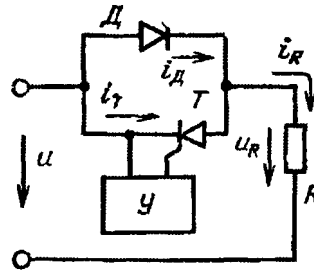

Рис.3. Однофазный прерыватель переменного тока со схемой соединений «тиристор – диод»
6. Нагрузкой однофазного прерывателя переменного тока со схемой соединений «тиристор – диод» является резистор (рис. 3). Определите средние и действующие значения токов, протекающих через тиристор, диод и нагрузку. Напряжение источника питания $U = 110 \text{ В}$, активное сопротивление нагрузки $R_d = 1,5 \text{ Ом}$, угол управления тиристора $\alpha = 90^\circ$.